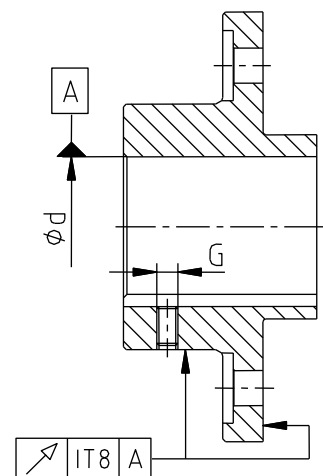

Bild 25: Rund- und Planlaufgenauigkeit
- Bei Herstellung der Fertigbohrung durch den Kunden ist die Rund- bzw. Planlaufgenauigkeit (siehe Bild 25) einzuhalten.